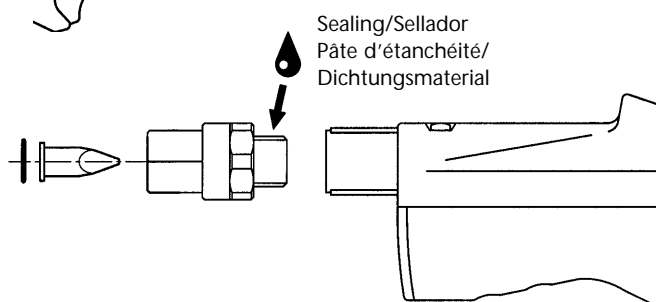

Fig. 2
2. Thread the inlet swivel to the hose end meter using sealing material (fig 2).
2. Rosque la rótula de entrada a la pistola contadora usando sellador (Fig.2)
2. Fixer la rotule d'entrée au pistolet compteur à l'aide d'une pâte d'étanchéité (Fig.2).